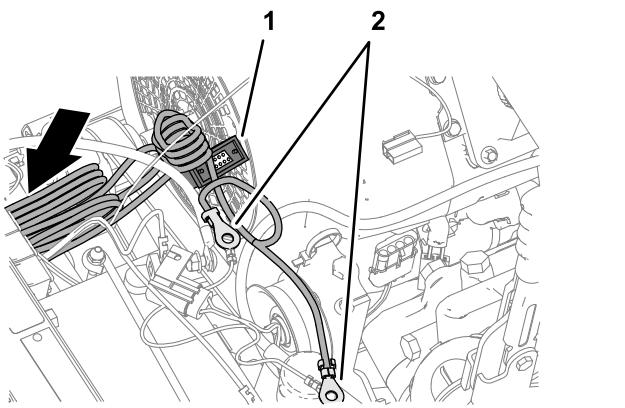

Figura 73
2. Enrute los terminales de anillo del arnés de alimentación del módem marcados BATTERY y GROUND hacia la batería (Figura 73).